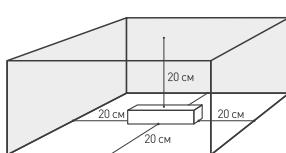

Рис. 1. Свободное пространство
- 4.3. Для естественной вентиляции обеспечьте не менее 20 см свободного пространства вокруг источника питания, как изображено на Рис. 1. При невозможности обеспечить свободное пространство используйте принудительную вентиляцию.